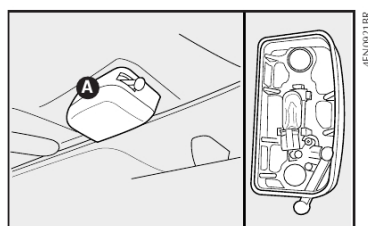

fig. 24
CONJUNTO DA LUZ INTERNA - fig. 24
- Com uma chave de fenda no ponto **A-fig. 24**, remover o refletor do conjunto da luz interna montado a pressão.